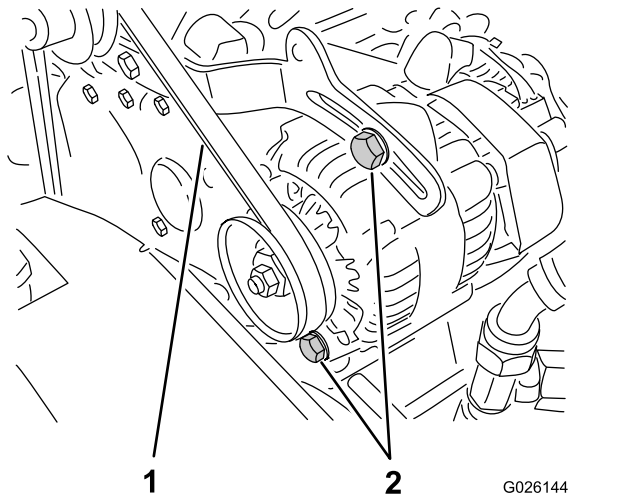

Figura 62
2. Controllate la tensione premendo la cinghia al centro tra le pulegge dell'alternatore e dell'albero motore con una forza di 10 kg (Figura 62).
- A. Allentate i 2 bulloni di fissaggio dell'alternatore (Figura 62).
B. Con un piede di porco, ruotate l'alternatore fino a ottenere una tensione della cinghia appropriata, poi serrate i bulloni di fissaggio (Figura 62).